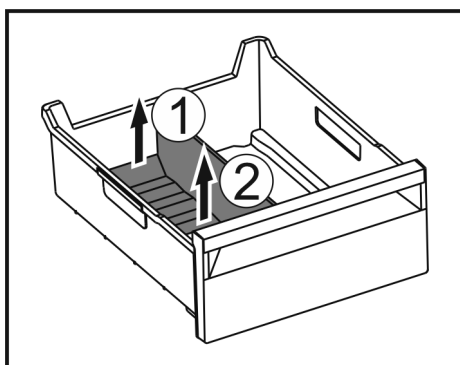

Fig. 213
- Soulever la partie arrière du séparateur de congélateur. Fig. 213 (1)
- Retirer le séparateur de congélateur par le haut. Fig. 213 (2)